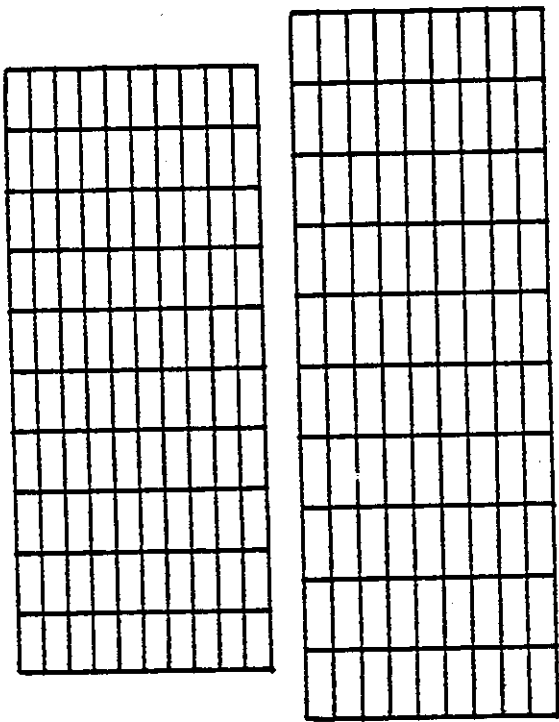
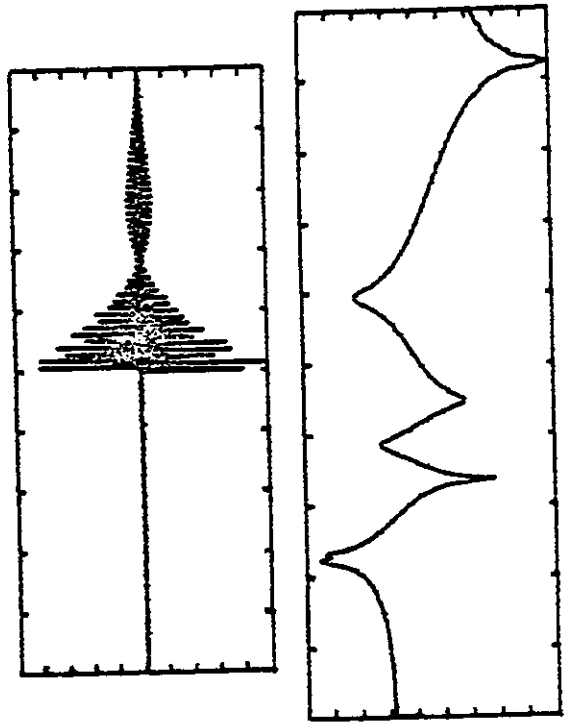
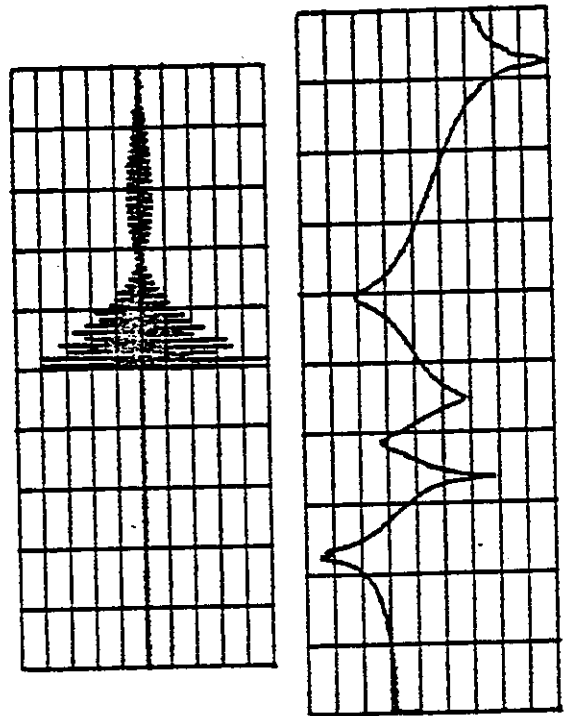

図6-31 “FRAME”モードによる作図例
図6-29 “ALL”モードによる作図例
図6-28 “ALL”モードによる作図例
[図 6-28], [図 6-29]に、このモードによる作図例を示します。
- "FRAME" : CRT ディスプレイに表示されている情報のうち、スケールのみを作図するモードです。[図 6-31]にこのモードによる作図例を示します。
なお、[図 6-28]~[図 6-31]の4つの図は、"0-0"と